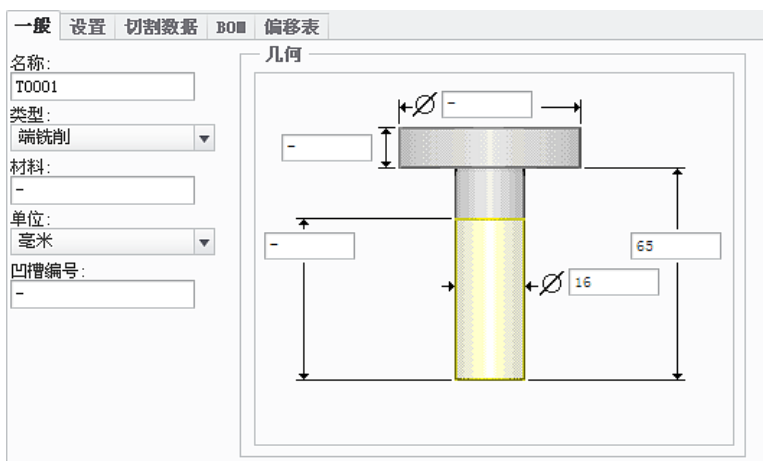

图 10.2.6 设定刀具一般参数
Step3. 刀具设置。在“铣削工作中心”对话框中单击 **刀具** 选项卡，然后单击 **刀具...** 按钮，弹出的“刀具设定”对话框。在弹出的“刀具设定”对话框中设置图 10.2.6 所示的刀具参数，设置完毕后依次单击 **应用** 和 **确定** 按钮，返回到“铣削工作中心”对话框。在“铣削工作中心”对话框中单击  按钮，返回到“操作”操控板。